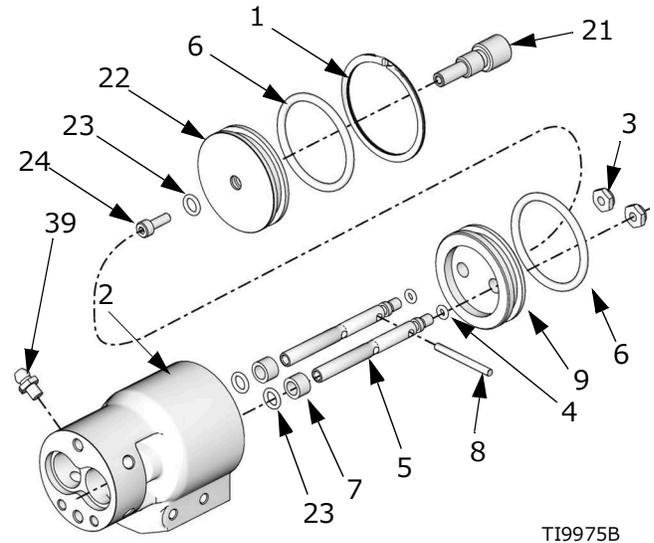

図 8
7. 保持リング (1) をエアシリンダ (2) の背面から外します。2 つのシャフト (5) をエアシリンダに (2) 押し込んで、エアシリンダキャップ (22) を除去します。図 8 を参照ください。
8. 2 つのシャフト (5) を押して、エアシリンダ (2) からピストン (9) アセンブリを除去します。
9. O リングピックを使用して O リング (23) を取り外し、ドライバを使用してスリーブベアリング (7) をエアシリンダ (2) から取り外します。
10. O リング (6) とエアシリンダキャップ (22) をピストン (9) から取り外します。
11. ネジ (24) とスナップバック調整ノブ (21) をキャップ (22) から取り外します。O リングピックして O リング (23) を使用します。
12. ロックナット (3)、ピン (8)、O リング (4)、およびピストン O リング (6) をシャフト (5) から取り外します。
1. シャフト O リング (23) とベアリング (7) を潤滑します。エアシリンダ (2) とエアキャップ (22) キャビティに O リングを挿入します。以下を参照してください。図 8。
**スナップバック調整ノブ (21)、シャフト O リング (23)、およびネジ (24) はモデル 255180、255182、255183、255901、および 255902 にありません。**
2. **255179、255182、および 255900 のみ:** スナップバック/ストローク調整ノブ (21) をキャップ (22) に挿入します。スナップバック調整ノブ (21) の端にあるネジ (24) を締めます。25-30 in.-lb (2.8-3.4 N•m) のトルクで締めます。
3. エアシリンダハウジング (2) とエアキャップ (22) と同一平面になるようにベアリング (7) を押して、O リング (23) を挟みます。
4. ピストンアセンブリを潤滑して再組み立てします：ピストン (9)、O リング (6)、合わせピン (8)、ナット (3)、O リング (4)、およびエアシリンダシャフト (5)。ナット (3) を 2.8-3.4 N•m (25-30 インチ - ポンド) に締めます。シャフト (5) は垂れ下がり、ベアリングでいくらかの遊びが自動調心される必要があります。
- 255900、**ピストン (9) のキーホールスロット内にスライドさせて、シャフト (5) を組み立てます。
5. エアシリンダへの潤滑剤の塗布 (2) ID。ピストン (9) アセンブリをエアシリンダに押し込みます。
6. O リング (6) を潤滑して、キャップ (22) に組み付けます。キャップ (22) をシリンダ (2) に押し込みます。
7. 外側保持リング (1) を取り付けます。
6. **255179 および 255181**。スプリングが液体ハウジング (14) 内に向いている状態で、シール (26) を挿入します。
7. **前金具方位 7** を参照してください。Oリング (20)、シート (27)、前金具のネジ (19) が付いた前金具 (31) をバルブから離れた方向に引きます。前金具のネジを 13-13.5 N•m (115-120 インチ - ポンド) のトルクで締めます。
8. **255181 および 255182**。インジェクターチューブ (30) を組み立て工具 (48) で取り付けます。 (4.5-5.6 N•m (40-50 in-lb) のトルクで締めます。
9. **255181 と 255182**。インジェクターチップ (47) を取り付けて、2.8-3.4 N•m (25-30 インチ - ポンド) のトルクで締めます。
10. グリース注入用管継ぎ手 (39) を取り外します。グリース注入用管継ぎ手 (39) が設置されていた場所でグリースが排出されるまで、下にあるグリースポートでグリースを充填します。もう一方のグリース注入用管継ぎ手 (39) で繰り返します。図 8 を参照ください。